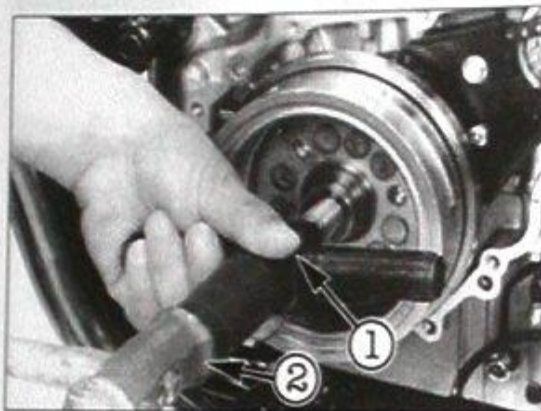

Bild 104
- Rotor samt Starterkupplung mit Abdrücker vom Kurbelwellenkonus abdrücken (Bild 104).